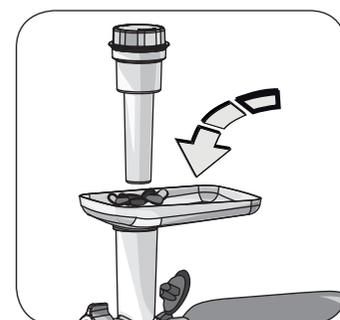

Fig. 16
- 9 Quando l'apparecchio è in funzione, inserire gli alimenti all'interno della tramoggia (O), aiutandosi con il premicibo (Q) (Fig. 16).